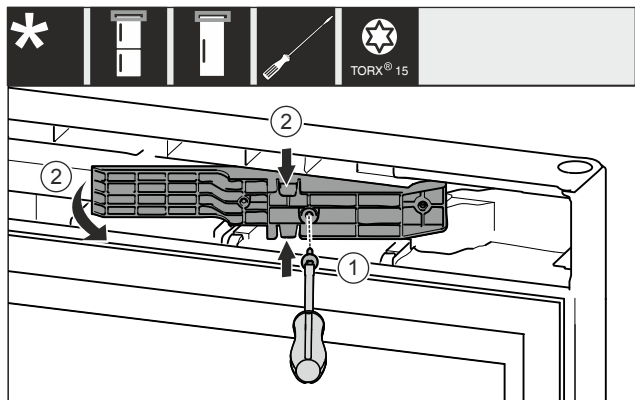

Fig. 12 *
- ▶ Λύστε τις βίδες με κατσαβίδι T15. Fig. 12 (1)*
- ▶ Τραβήξτε έξω τον αντάπτορα. Fig. 12 (2)*